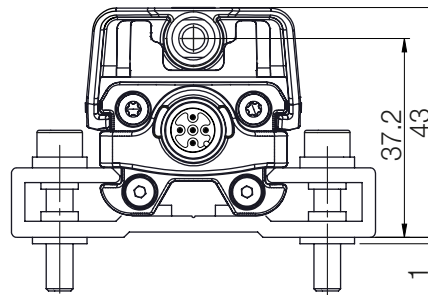
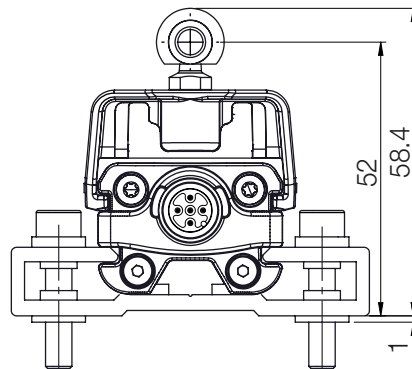
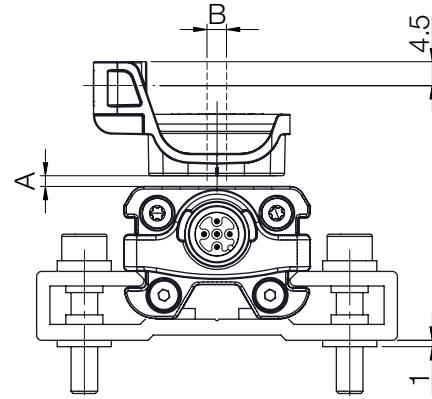
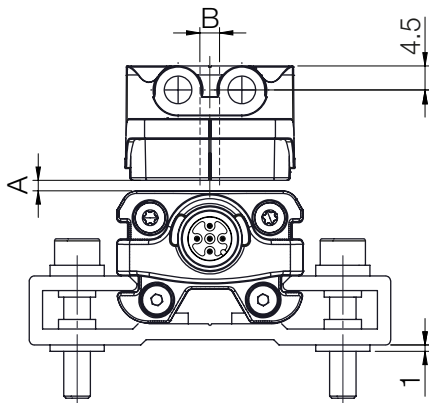

Fig. 5-1: Medidas y distancias con BAM TG-IR-037-A
Fig. 5-2: Medidas y distancias con BAM TG-IR-037-B
Fig. 5-4: Medidas y distancias con BAM TG-IR-036-B
Fig. 5-3: Medidas y distancias con BAM TG-IR-036-A
El sistema inductivo rápido de medición de posición BIR resulta adecuado tanto para sensores de posición libres, es decir, que funcionan sin contacto (véase Fig. 5-3 y Fig. 5-4) como también para sensores de posición guiados (véase Fig. 5-1 y Fig. 5-2).
- Para la distancia A entre el sensor de posición y el BIR y para el desplazamiento de centro B (véase Fig. 5-3 y Fig. 5-4), deben cumplirse los siguientes valores: